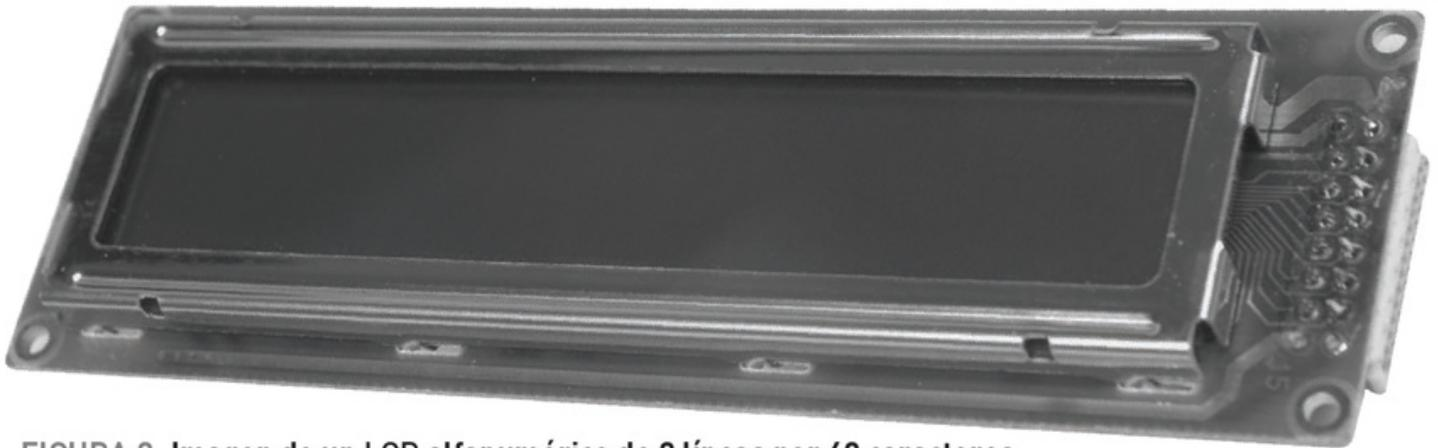

FIGURA 8. Imagen de un LCD alfanumérico de 2 líneas por 40 caracteres.
- 2 líneas x 40 caracteres cada una, con y sin back light (**Figura 8**).